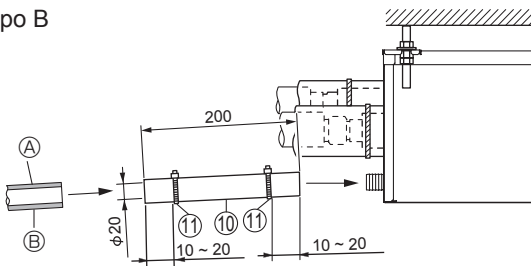

Fig. 8-1
- (1) Applicare adesivo PVC (non in dotazione) al raccordo di scarico sulla scatola delle derivazioni e premere il tubo di scarico collegato ⑩ sul raccordo finché non si blocca. (Fig. 8-1)
- (2) Inserire un tubo in PVC duro (VP-16, non in dotazione) nel tubo di scarico collegato ⑩ e incollarli assieme fissandoli. (Fig. 8-1)
- (3) Inserire una fascia ⑪ sul tubo di scarico collegato ⑩. (Fig. 8-1)